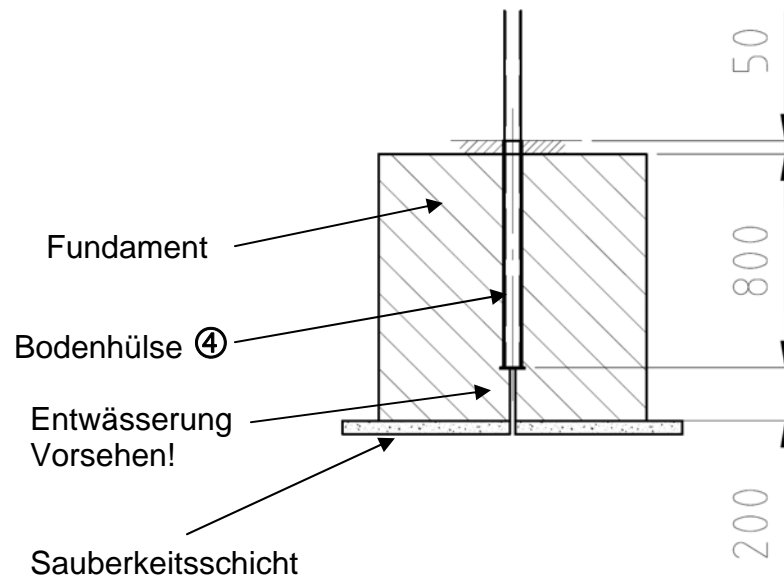

Abb.3: Fundament
Nach Abb. 3 werden Stützen ①② oder Hülsen ④ in die Fundamente der Betongüte: **C 25/30** (B 25) einbetoniert. Wird die Stütze ①② direkt einbetoniert, muss auf die Lage der Befestigungsbohrungen am Stützenkopf geachtet werden! Die Ösenmuttern zeigen in Richtung Netz!
Die Hülse ④ oder der Stützpfeiler ① oder ② ist 0,80 m in dem Fundament eingespannt (siehe Abb.3).